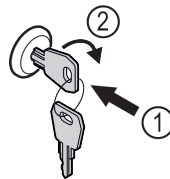

Fig. 175
- Schlüssel hineindrücken. Fig. 175 (1)
- Schlüssel um 90° im Uhrzeigersinn drehen. Fig. 175 (2)